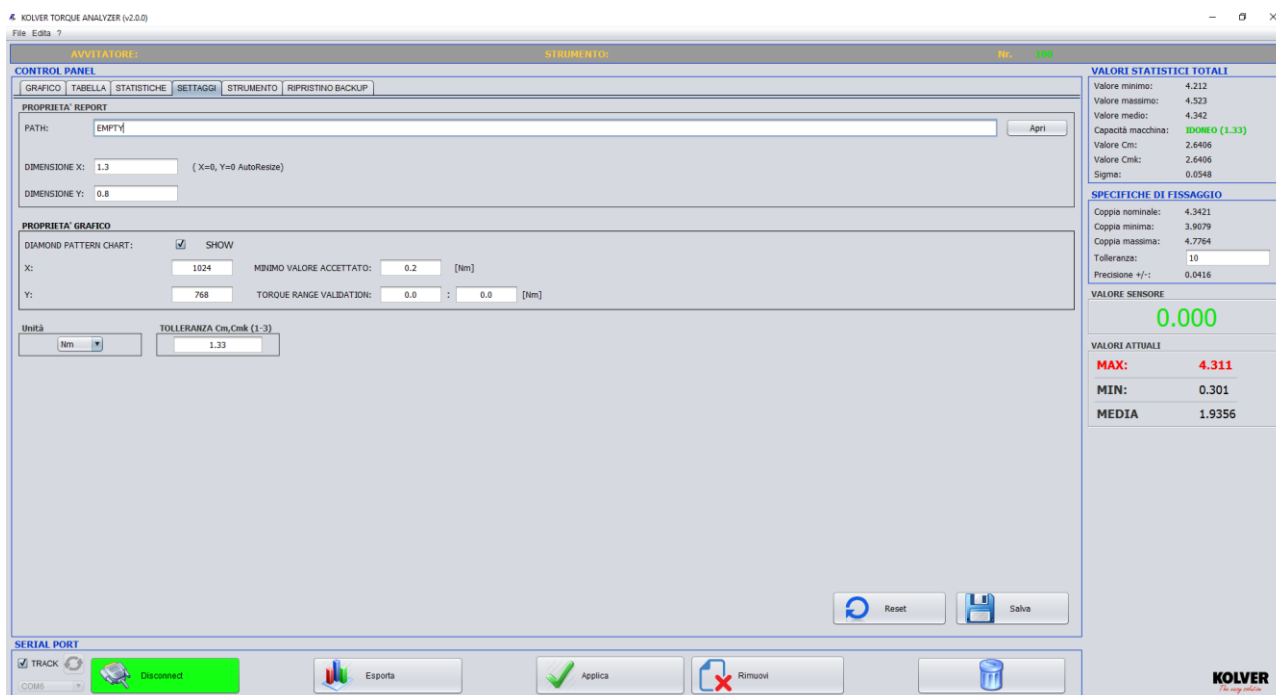

Fig.6: Sezione "SETUP", parametri di default.
- D. **SETTAGGI:** Area di settaggio del software per le funzionalità di visualizzazione ed esportazione dei risultati, (Fig.6).